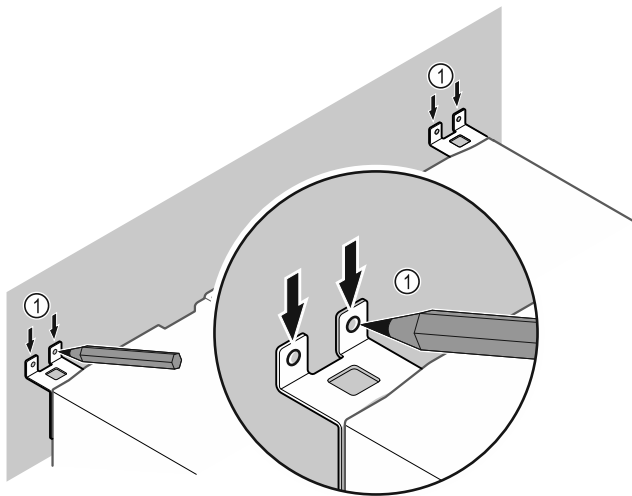

Fig. 11
- ▶ Markierungen an der Wand setzen Fig. 11 (1).